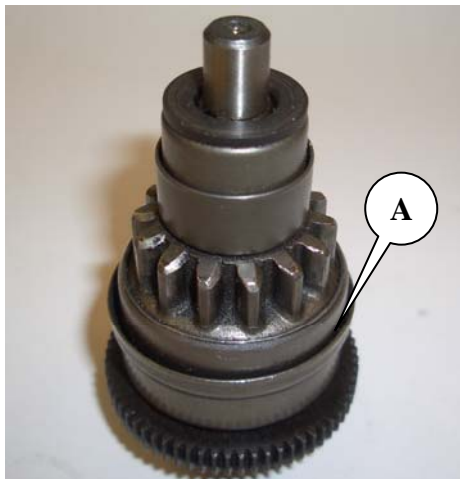

Abb.1
4. Reinigen Sie das Kupplungszahnrad mit Reinigungsbenzin oder Bremsenreiniger. Fetten Sie anschließend die äußeren Zahnräder, sprühen Sie etwas dünnflüssiges Wartungsöl in den Kupplungsteil (**A** in Abb.1).